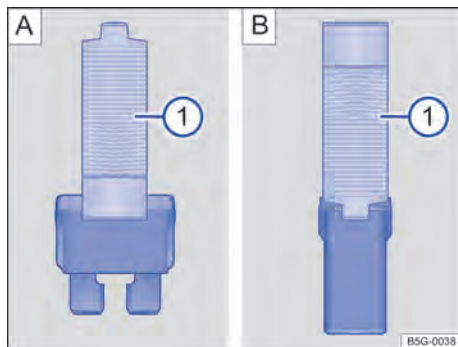

Fig. 179 Retirar ou colocar o fusível com a pinça de plástico: **A**) fusível plano, **B**) fusível de bloqueio.
- Se necessário, retirar a pinça de plástico → Fig. 179 [1] da cobertura da caixa de fusíveis.
- De acordo com a versão do fusível, colocar as garras adequadas do alicate plástico → Fig. 179 [A] [1] ou → Fig. 179 [B] [1] lateralmente no fusível.